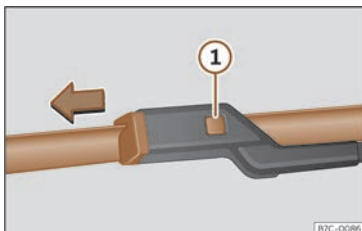

Fig. 197 Cambio das gomas do limpaparabrisas.
- Manteña premida a tecla de desbloqueo >>> **fig. 197** ① tirando levemente da goma no sentido da frecha.